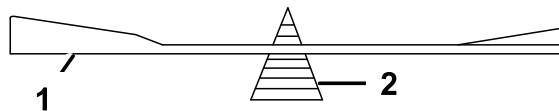

Рисунок 69
2. Проверьте балансировку ножа с помощью балансировочного устройства для ножей (Рисунок 69).